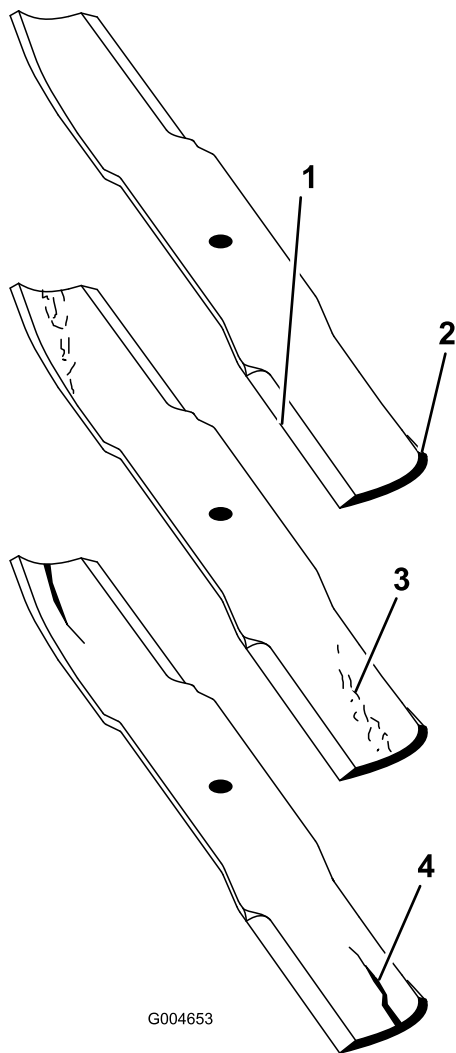

Figura 88
2. Examine cuidadosamente los extremos de corte de la cuchilla, sobre todo en el punto de reunión entre la parte plana y la parte curva de la cuchilla (Figura 88).
Nota: Puesto que la arena y cualquier material abrasivo pueden desgastar el metal que conecta las partes curva y plana de la cuchilla, compruebe la cuchilla antes de utilizar el cortacésped. Si la cuchilla está desgastada (Figura 88), cámbiela.